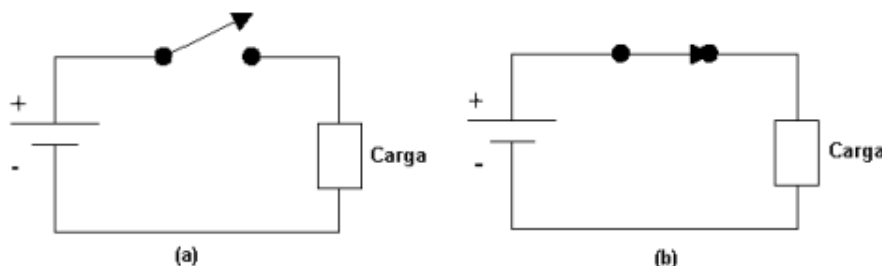

Figura 1: (a) Representação do contato NA; (b) representação do contato NF.
- Contato Normalmente Aberto (NA): não há passagem de corrente elétrica na posição de repouso, como pode ser observado na **Figura 1(a)**. Desta forma a carga não estará acionada.
- Contato Normalmente Fechado (NF): há passagem de corrente elétrica na posição de repouso, como pode ser observado na **Figura 1(b)**. Desta forma a carga estará acionada.